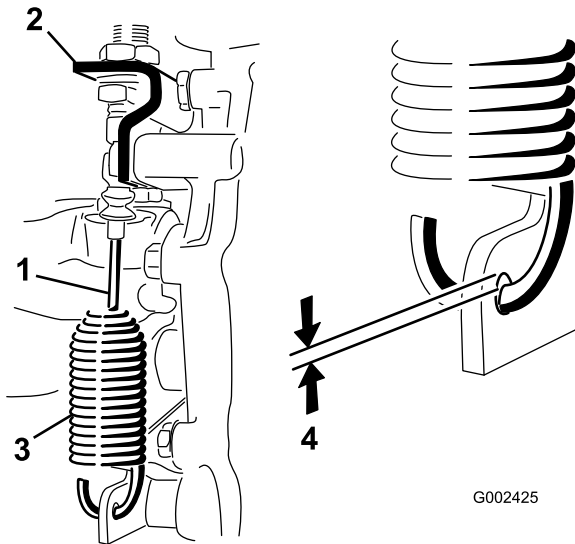

Figura 55
2. Afloje las contratuercas que sujetan el cable de bloqueo del diferencial al soporte del transeje (Figura 55).